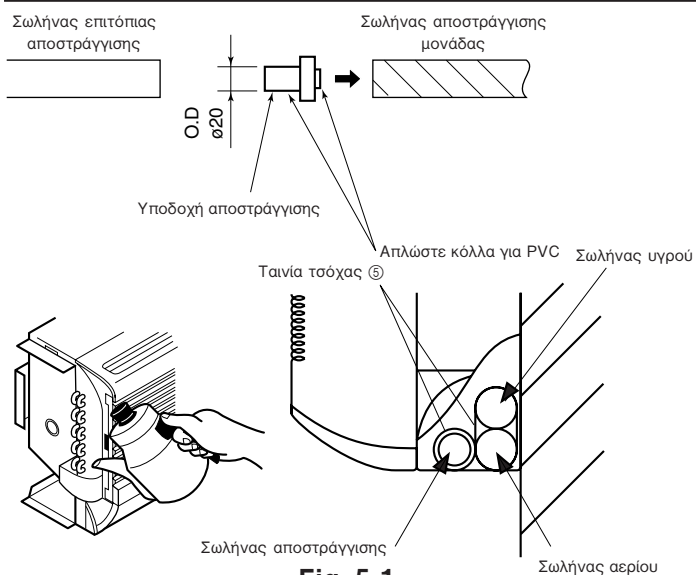

Fig. 5-1
5. Εργασίες Σωληνώσεων Αποχέτευσης (Fig. 5-1)